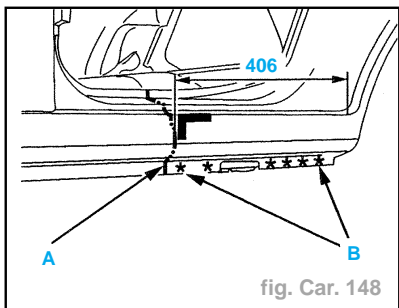

fig. Car. 148
- Tracer puis découper à l'aide d'une meule épaisseur **1 mm** (suivant **A**) (fig. Car. 148) (coupe provisoire).